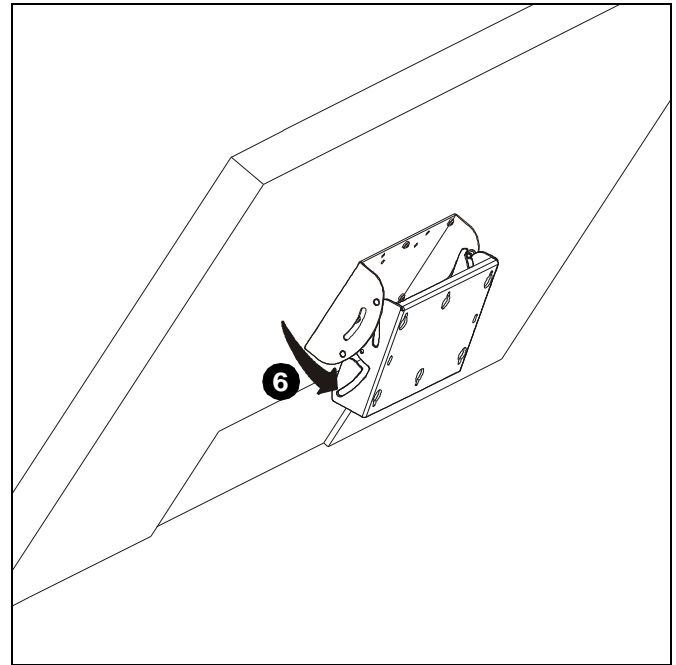

Figura 10
- Ubique la pantalla de modo tal que los tornillos inferiores puedan insertarse en las ranuras inferiores del soporte de pared. (Consulte la Figura 10)